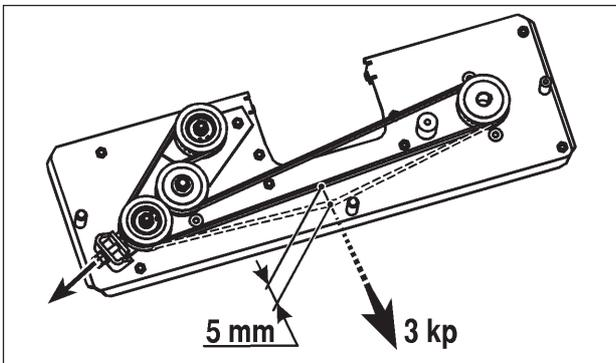

Fig. 33
COURROIE DE LA TONDEUSE (FIG. 33)
5. Régler la tension spécifiée pour la courroie crantée à l'aide de l'écrou M10 (voir fig. 33).
Courroie crantée	voir fig. 33